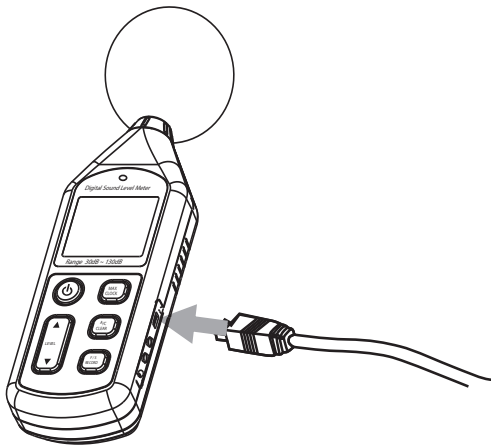

Figura 20
1. Conecte o cabo USB na porta USB do instrumento, localizada na lateral do instrumento, conforme ilustrado na Figura 20.
4. Selecione o idioma desejado e clique em “OK”, conforme ilustrado na figura 20.